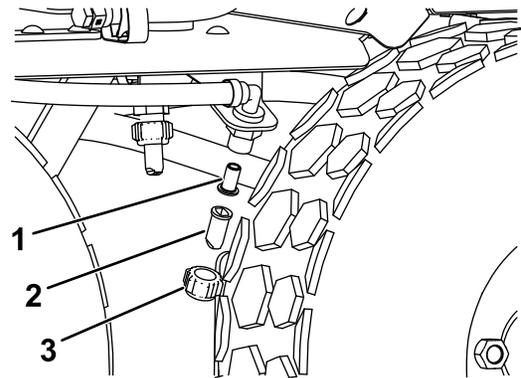

Figure 54
1. Nettoyez la surface autour de la buse de pulvérisation (Figure 54).